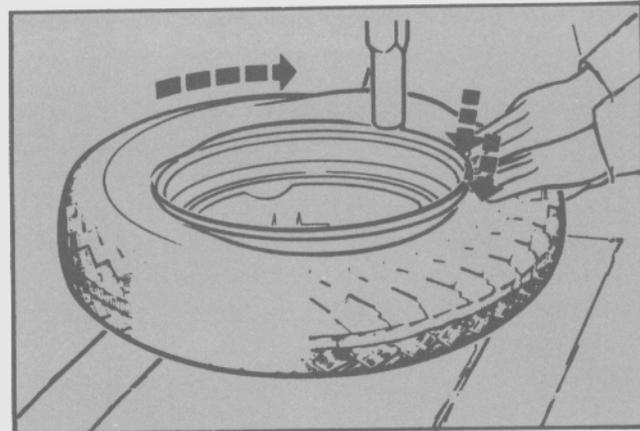

Fig. 31 Instalación del neumático
- Instalar últimamente la porción de talón más cercano a la válvula con el objeto de eliminar cualquier posibilidad de que parte del talón quede atrapada en la base de la válvula (Fig. 31).